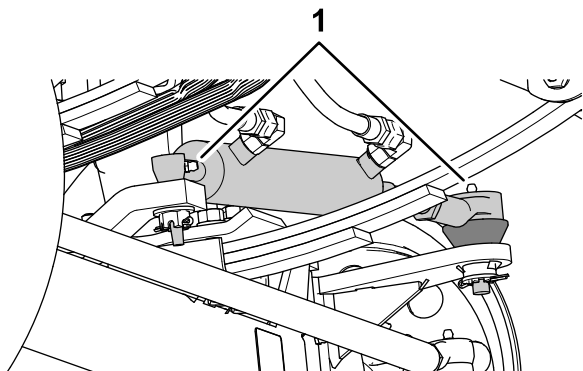
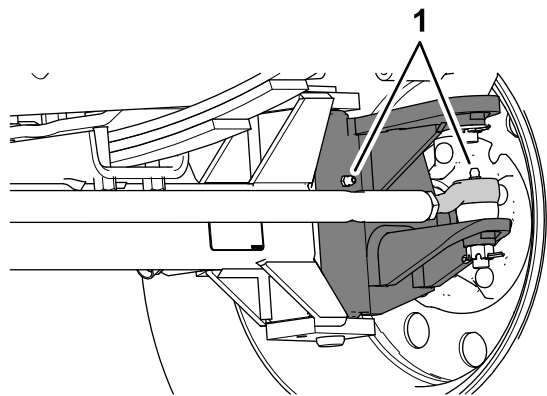

Figura 104
Figura 105
1. Limpie los engrasadores (Figura 104 y Figura 105).
2. Bombee grasa en los engrasadores (Figura 104 y Figura 105).
Nota: La ubicación de los engrasadores se indica en Figura 104.